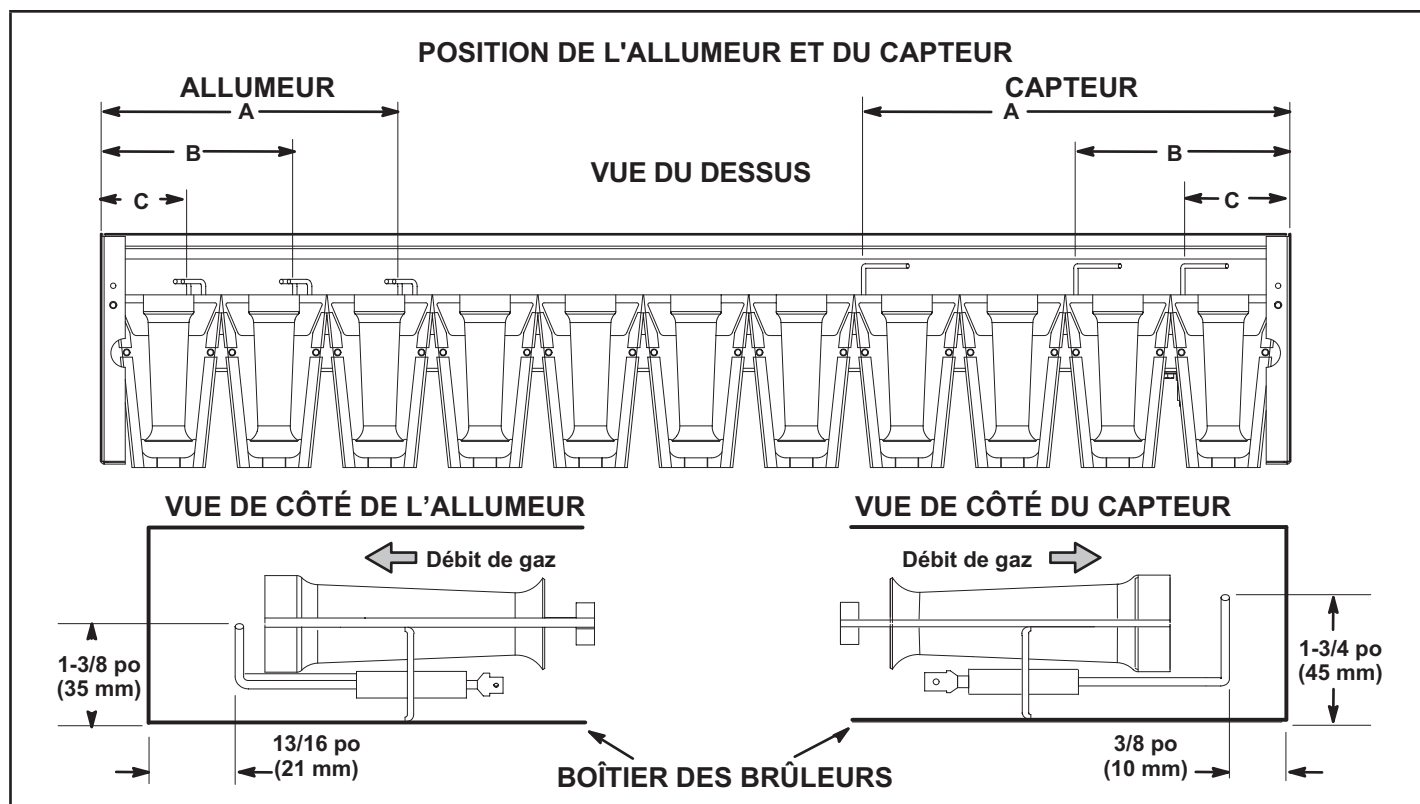

FIGURE 48
- 5 - Vérifiez l'alignement de l'allumeur et du capteur comme indiqué à la FIGURE 48 et au TABLEAU 25.